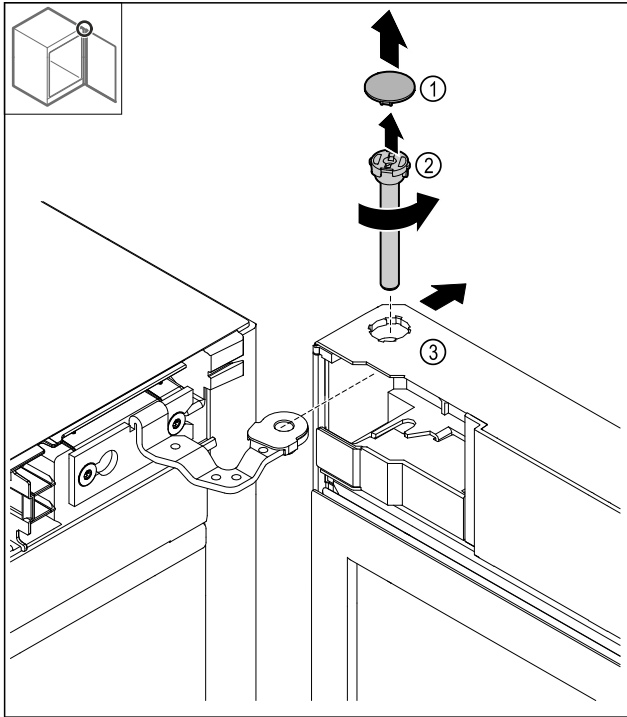

Fig. 14
- ▶ Afdekking Fig. 14 (1) wegnemen.
- ▶ Bouten Fig. 14 (2) linksom losdraaien en er uit trekken.
- ▶ Deur Fig. 14 (3) iets kantelen.